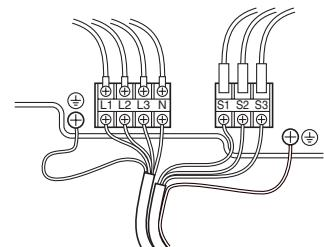

Fig. 6-2
### 6.1. Unidad exterior (Fig. 6-1, Fig. 6-2)
- ① Extraiga el panel de servicio.
- ② Tienda los cables de acuerdo con la Fig. 6-1 y Fig. 6-2.